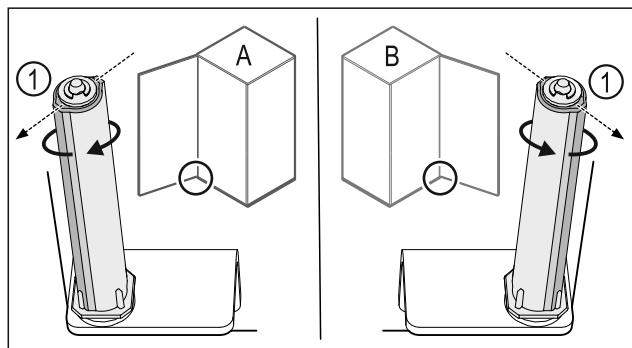

Fig. 41 Розкриття ліворуч (A) / Розкриття праворуч (B)
- Систему закриття повернути проти опору доки перемичка системи закриття Fig. 41 (1) не показуватиме назовні.